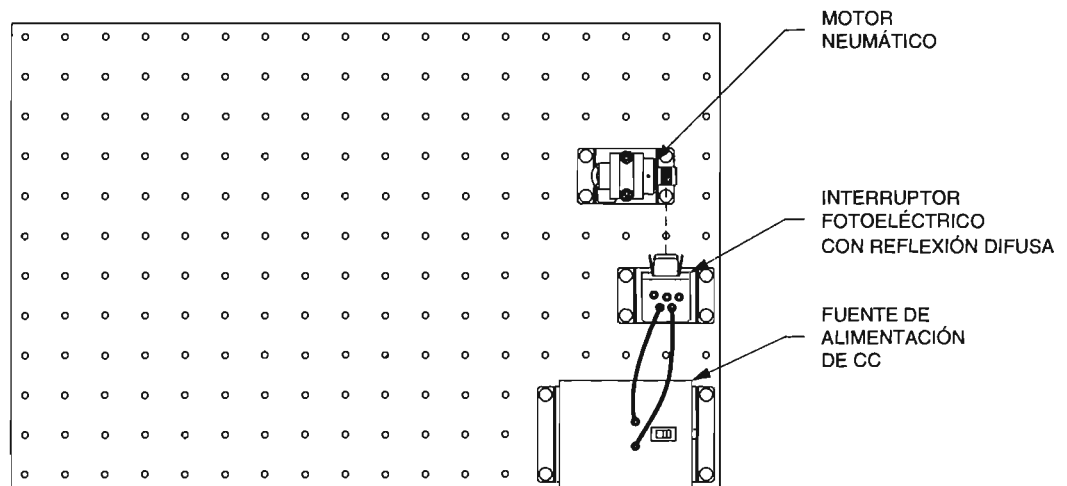

Figura 4-11. Posición del interruptor fotoeléctrico.
- ☐ 32. Posicione el motor neumático de manera que esté perpendicular al interruptor fotoeléctrico a una distancia de 10 cm (4 pulg) (2 hileras de perforaciones) como se muestra en la figura 4-11. El haz del interruptor fotoeléctrico debe estar orientado en la dirección de la etiqueta adhesiva blanca en el eje del motor. Fije el motor en su lugar.